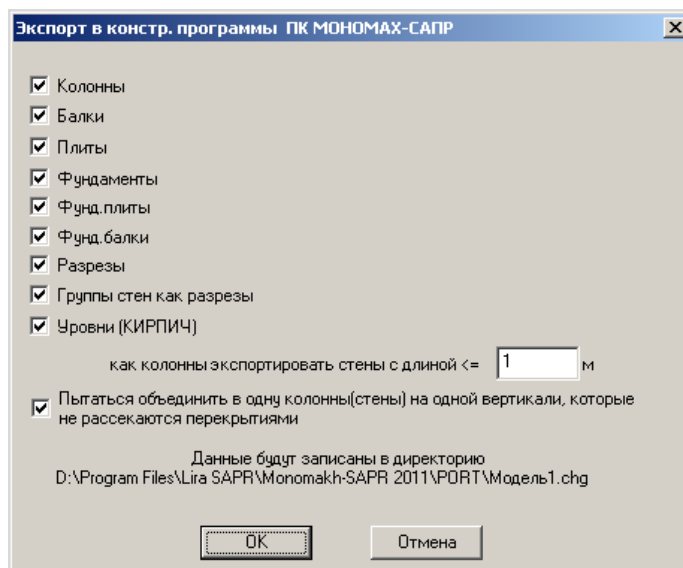

Рис.1.22.1. Окно диалога Экспорт в конструирующие программы ПК МОНОМАХ-САПР
- В открывшемся окне диалога **Экспорт в конструирующие программы ПК МОНОМАХ-САПР** (рис.1.22.1) задайте следующие параметры: